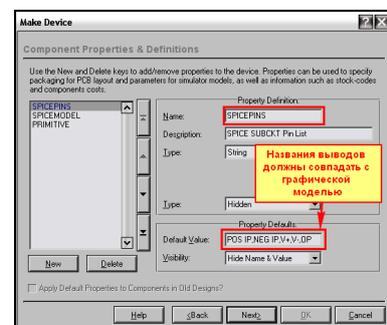

Рис.118
- Ну и теперь аналогично добавляем последнее свойство **SPICEPINS**. В **Default Value** через запятую без пробелов перечисляем все активные (т.е. те которые в нашей SPICE-модели в строке **.subckt**) в соответствии с их именами (а не номерами – не путайте) в графической модели. У нас это будут – **POS IP,NEG IP,V+,V-,OP** – Рис. 118. (Важно! Вот здесь для входов пробел в **POS IP** и **NEG IP** присутствует, потому что он есть в именах выводов графической модели).